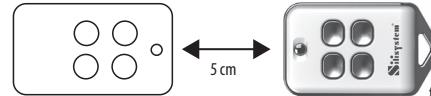

fig. 1 - pict. 1
3. Nähern Sie sich der zu kopierenden Original-Fernbedienung wie aus Abb. 1 und drücken Sie die Taste, die **Sie übertragen möchten**. Die **gelbe LED** blinkt schnell, warten Sie, bis die **grüne, dauerhafte LED** die korrekte Programmierung bestätigt. Wiederholen Sie den Vorgang zur Programmierung der anderen Tasten. Falls eine **rote LED** blinken sollte, war die Programmierung nicht erfolgreich. Lassen Sie die Tasten los und wiederholen Sie den Vorgang, indem Sie versuchen, den **Abstand** der beiden Funkfernsteuerungen voneinander zu ändern.
- Avvicinare il radiocomando originale da copiare come in fig. 1 e premere il tasto che si vuole trasferire, il led giallo lampeggerà velocemente, attendere l'accensione del led verde fisso a conferma della corretta programmazione. Ripetere la procedura per la programmazione degli altri tasti. Se dovesse accendersi il led rosso lampeggiante la programmazione non è riuscita: lasciare i tasti e ripetere la procedura provando a variare la distanza tra i due radiocomandi.
- To approach the original radio remote control to be copied as shown in the figure 1 and press the button you want to transfer, the yellow LED will flash rapidly, wait for the green LED to light up to confirm the correct programming. Repeat the procedure for programming the other keys. If the a flashing red LED is on, programming has failed: leave the keys and repeat the procedure by trying to vary the distance between the two radio controls.
- Placez la télécommande radio d'origine à copier comme indiqué sur la figure 1 et appuyez sur le bouton pour transférer, la LED jaune clignote rapidement. Attendez que la LED verte s'allume pour confirmer la programmation correcte. Répétez la procédure de programmation des autres touches. Si la LED rouge s'allume, la programmation échoue: laissez les boutons et répétez la procédure en essayant de changer la distance entre les deux commandes radio.